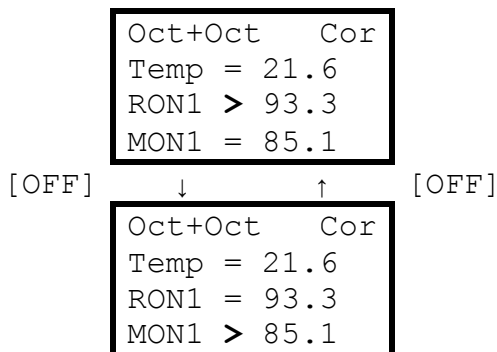

Рис. 4. Выбор параметра для коррекции
3.6.3. С помощью кнопки [OFF] выбрать параметр, подлежащий коррекции (RON или MON для бензинов, Cet или TFr для дизельных топлив. При этом знак «=» напротив соответствующего параметра меняется на один из знаков коррекции «>», «<», «+», «-» или «Z». Пример показаний индикатора при выполнении этих операций представлен на рис. 4, в данном случае для коррекции выбран четвертый режим октанометра.